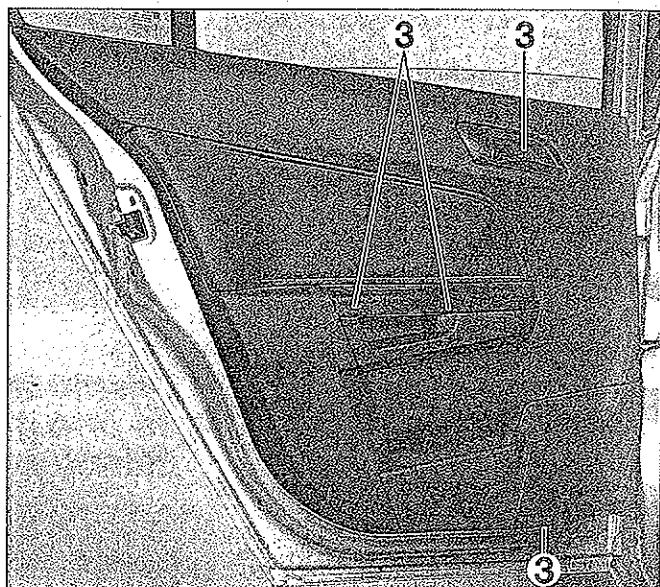

FIG. 52
- Desmontar los cuatro tornillos (3) de fijación (fig. 52).